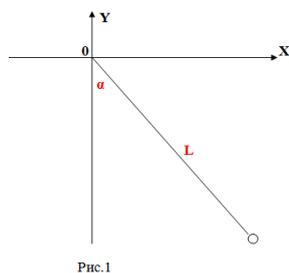

Рис.1
1. Смоделировать и исследовать поведение математического маятника в EULER с параметрами, определенными в задании (Рис. 1, Таблица 1).